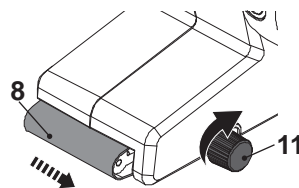

Fig. 4
3. Enquanto o rolo de lixa estiver a funcionar, ajuste o botão de ajuste de seguimento (7) para alinhar o rolo de lixa com o centro dos rolos (10, 12).
4. Rode o botão de ajuste de seguimento (7) no sentido dos ponteiros do relógio para ajustar o rolo de lixa (8) para a esquerda (visto da perspetiva do operador) (Fig. 4).